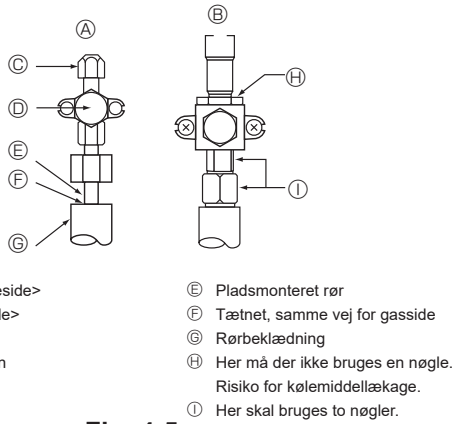

Fig. 4-5
4.4. Metode til lufttæthedstest for kølemiddellør (Fig. 4-5)